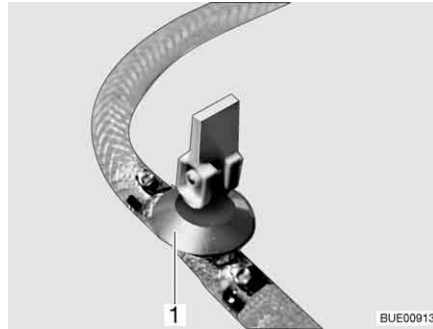
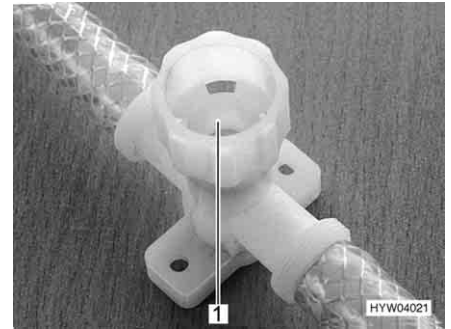

Fig. 201 Llave de desagüe (con balancín)
Fig. 202 Llave de desagüe (con tapa giratoria)
- Cerrar todas las llaves de desagüe. Para esto, poner el balancín de la llave de desagüe (Fig. 201, 1) en posición horizontal o girar la tapa de la llave de desagüe (Fig. 202, 1) en el sentido de las agujas del reloj.